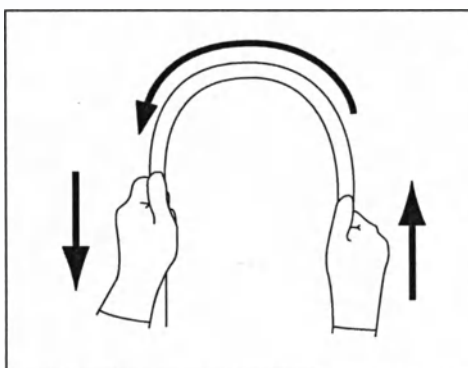

Рисунок 3.4
- 5** Двумя руками сверните вводимую трубку эндоскопа в полукольцо. Затем передвигая руки в направлении, указанном стрелками на Рисунок 3.4, убедитесь в том, что вводимая трубка по всей длине легко сгибается в полукольцо и что вводимая трубка пластична.